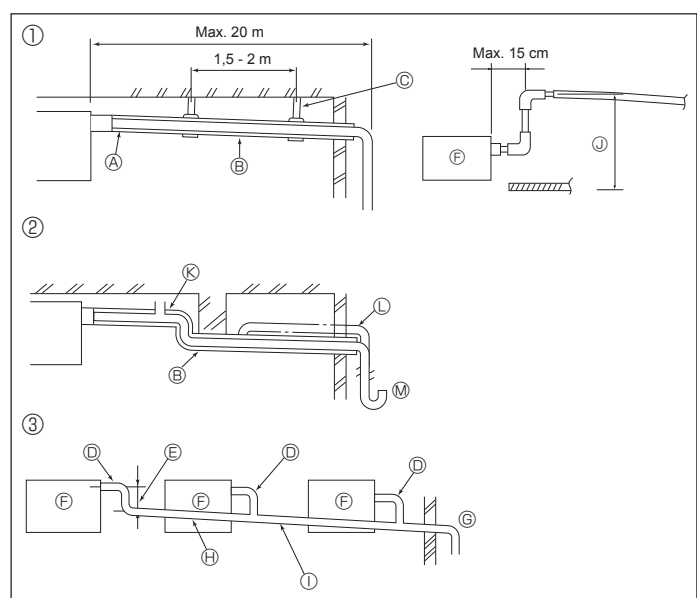

Fig. 4-4
4.5. Mise en place du tuyau d'écoulement (Fig. 4-4)
- ① Tuyautage correct
- ② Tuyautage erroné
- ③ Mise en place groupée des tuyaux